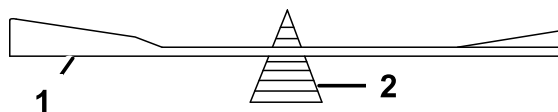

Bild 66
- Prüfen Sie die Auswuchtung des Schnittmessers auf einer Ausgleichsmaschine (Bild 66).